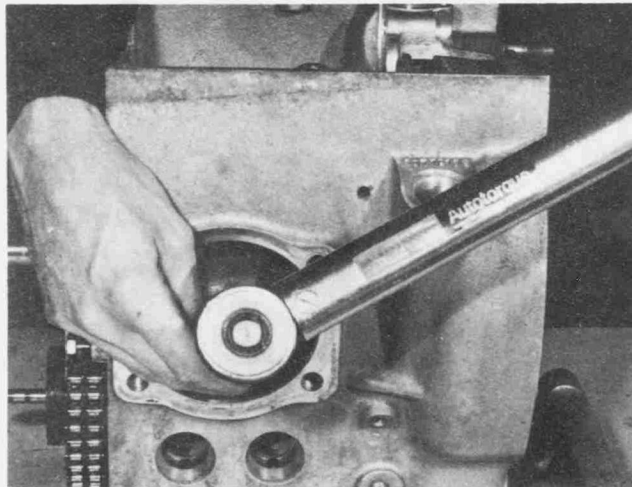

Bild 86
- Kontrollieren, dass die Lager sich nach dem Festziehen der Pleuelschrauben auf den vorgeschriebenen Anzugsdrehmoment frei drehen (Bild 86).